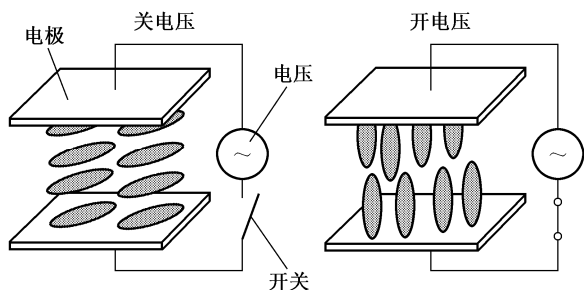

图 5-5 液晶电气性质
2) 电气性质：液晶的电气性质如图 5-5 所示。在上、下电极板之间加一电场时，电极板之间的液晶分子长轴就会沿着电场方向排列。这一电气性质是实现液晶显示的基础。